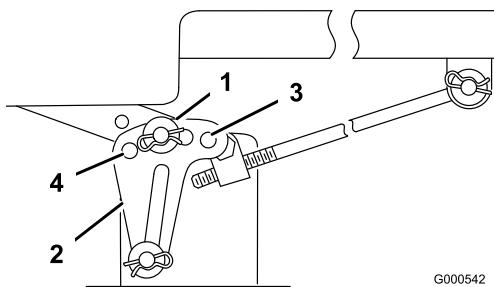
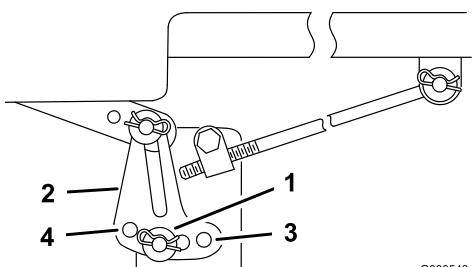

Figura 43
Figura 44
6. Togliete la coppia a forcina e la rondella dalla staffa di livellamento (Figura 43).
7. Per livellare la lama (o lame), riposizionate la staffa (o staffe) di livellamento in un foro diverso, e montate la rondella e la coppiglia a forcina. (Figura 43 e Figura 44). Il foro anteriore corrisponde ad un'altezza inferiore della lama, mentre il foro posteriore corrisponde ad un'altezza maggiore. Regolate entrambi i lati come opportuno.